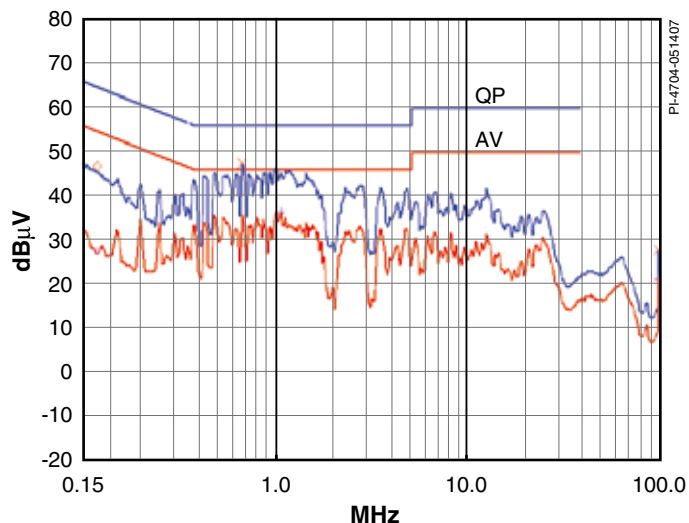

图3. 在230 VAC交流输入且输出端接地时的传导EMI（显示CISPR-22 / EN55022B
- 符合CISPR-22/EN55022B传导EMI限制，EMI裕量为10 dBmV（见图3）